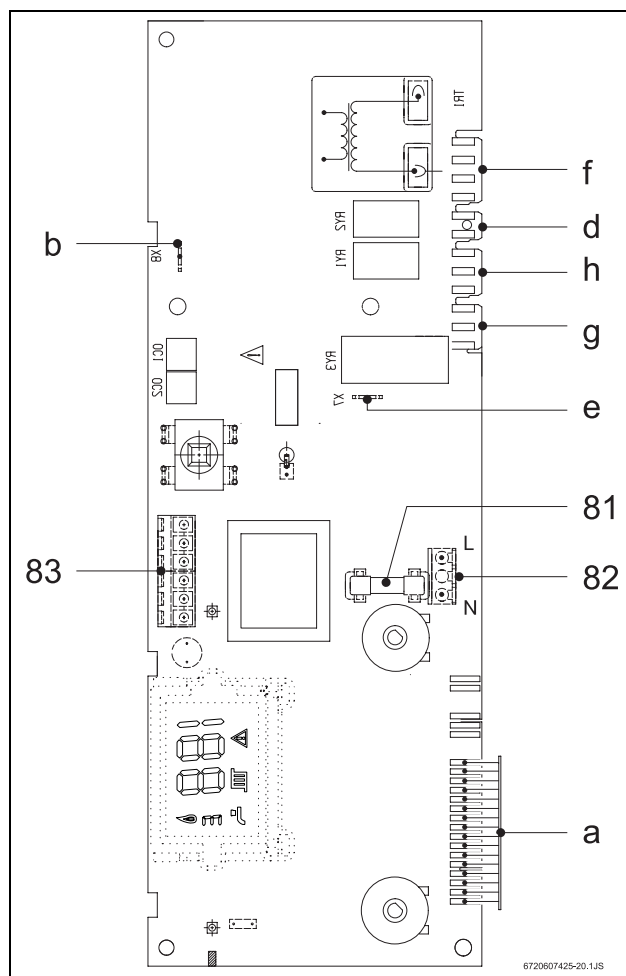

Fig. 18
- Retirar a ponte 1 - 4 (Fig. 18, pos. 83).